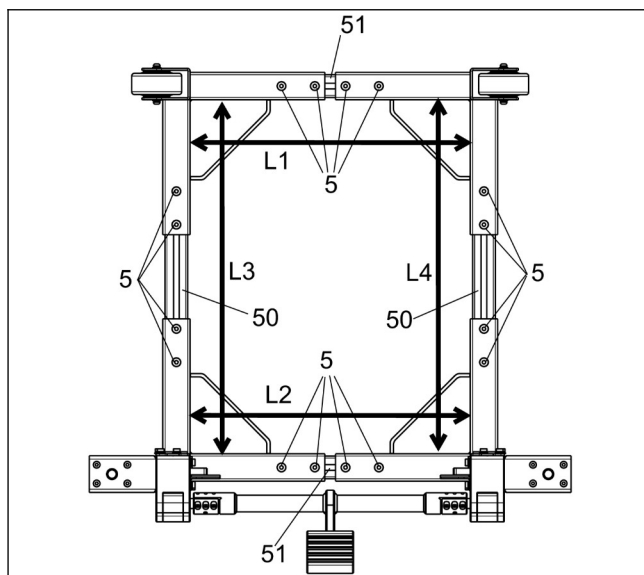

图 9
e. 松开紧固件 “5”，拉伸四周角架，使得箭头处长度比机器底座长 6.3-12.7mm；旋紧所有紧固件 “5”。（见图 9）
1. 确保图 9 所示 L1 与 L2、L3 与 L4 大致相等, 若不相等, 请重复步骤 e 调至相等;